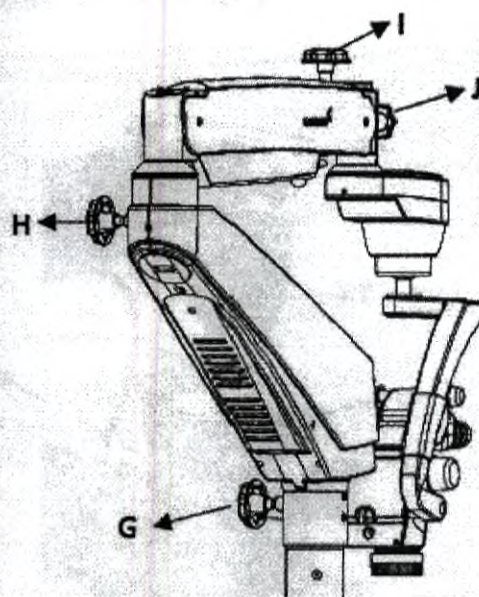

Рис. 16
4. Ручки блокировки (рисунок 16)